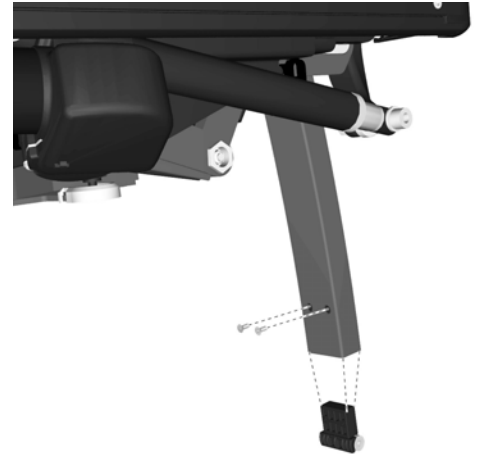

Abbildung 123. Die Gleitbuchse im oberen Abschnitt der Beinstütze ist mit zwei Schrauben befestigt.
2. Befestigen Sie die Gleitbuchse im oberen Abschnitt der Beinstütze mithilfe der zwei Schrauben. Siehe Abb. 123.